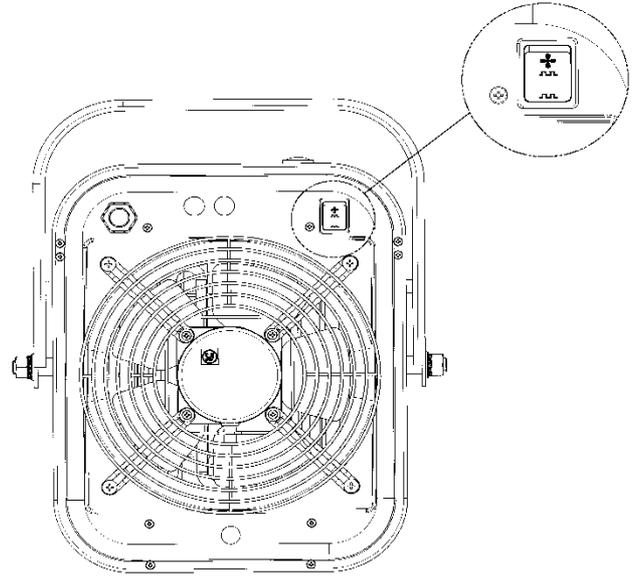

Fig. 6
- Quand l'interrupteur situé à l'arrière de l'aérotherme (fig.6) sur la position  le thermostat pilote uniquement les résistances de chauffage, coupant leur alimentation quand la température sélectionnée par le thermostat est atteinte. Le ventilateur fonctionne en permanence.
- Quand l'interrupteur situé à l'arrière de l'aérotherme (fig.6) sur la position  le thermostat pilote les résistances de chauffage ainsi que le ventilateur, coupant leur alimentation quand la température sélectionnée par le thermostat est atteinte.